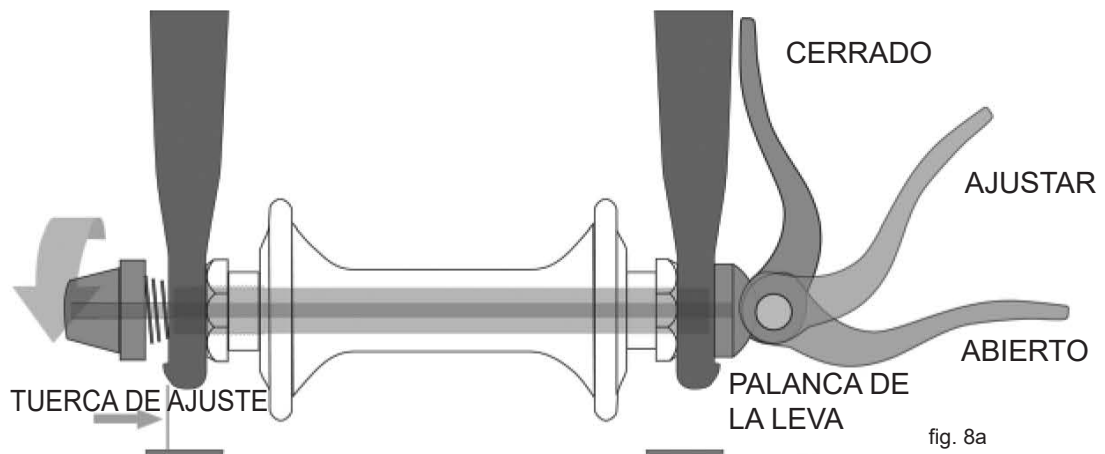
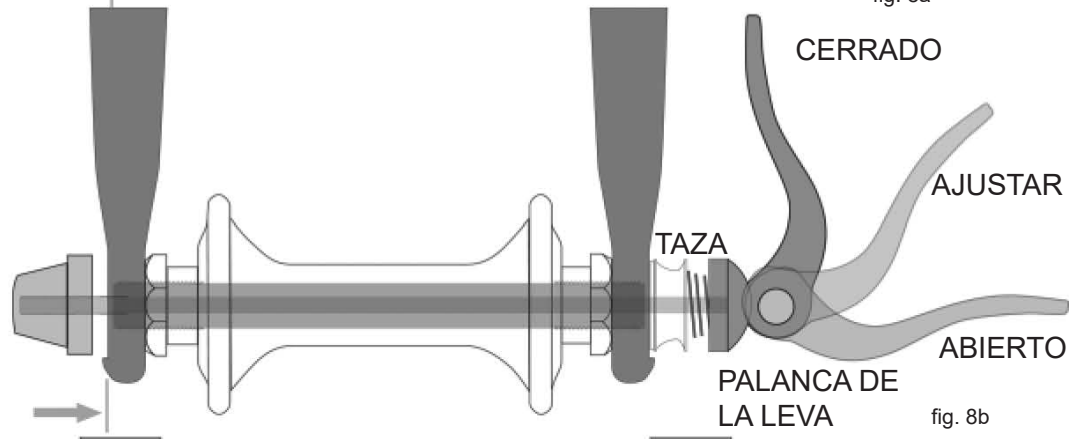
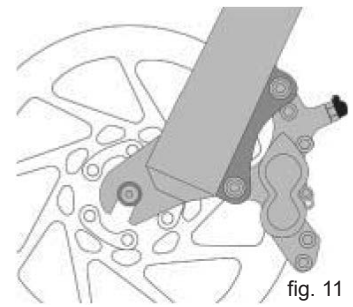
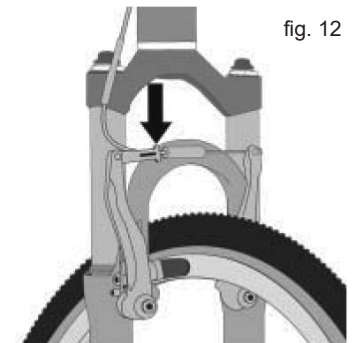

fig. 8a
fig. 8b
fig. 11
fig. 12
Actualmente hay dos tipos de mecanismos de retención de rueda de cerrojo de palanca excéntrica: el cerrojo de palanca excéntrica tradicional (fig. 8a) y el sistema de leva y taza (fig. 8b). Ambos utilizan un mecanismo de cerrojo de palanca excéntrica para fijar la rueda de la bicicleta en su lugar. Es posible que su bicicleta tenga un sistema de retención en la rueda delantera de leva y taza y un sistema tradicional de accionamiento de leva en la rueda trasera.
a. Ajuste del mecanismo de accionamiento de leva tradicional (fig. 8a)
b. Ajuste del mecanismo de leva y taza (fig. 8b)
- (1) Si su bicicleta tiene frenos de llanta, desacople el mecanismo de liberación rápida del freno para aumentar la holgura entre el neumático y las pastillas del freno (consulte la Sección 4.D, de la fig. 11 a la 15).
- (2) Si su bicicleta tiene una retención en la rueda delantera de accionamiento de leva, mueva la palanca de la leva de la posición de bloqueo o CERRADO a la posición ABIERTO (fig. 8a y b). Si la bicicleta tiene una retención de la rueda delantera de perno pasante o de perno atornillado, afloje la(s) fijación(es) unas vueltas en sentido antihorario con una llave inglesa, una llave de bloqueo o una palanca integral.
- (3) Si la horquilla delantera tiene un dispositivo de retención secundario de tipo clip, desacóplelo. Si su horquilla delantera tiene un dispositivo de retención secundario integral y un sistema de accionamiento de leva tradicional (fig. 8a), afloje la tuerca de ajuste de tensión lo suficiente como para permitir extraer la rueda de las punteras. Si la rueda delantera utiliza un sistema de leva y taza (fig. 8b), apriete la palanca de la taza y la leva al mismo tiempo mientras retira la rueda. No se requiere la rotación de ninguna pieza con el sistema de leva y taza.
- (1) Si su bicicleta tiene una retención de rueda delantera de accionamiento de leva, mueva la palanca de la leva de forma que se curve lejos de la rueda (fig. 8b). Esta es la posición ABIERTO. Si su bicicleta tiene una retención de rueda delantera de perno pasante o perno atornillado, vaya al paso siguiente.
- (2) Con la horquilla de la dirección mirando hacia delante, inserte la rueda entre las palas de la horquilla de modo que el eje se asiente firmemente en la parte superior de las punteras de la horquilla. La palanca de la leva, si la hay, se debe encontrar en el lado izquierdo del ciclista de la bicicleta (fig. 8a y b). Si la bicicleta tiene un dispositivo de retención secundario de tipo clip, acóplelo.
- (3) Si dispone de un mecanismo de accionamiento de leva tradicional: sosteniendo la palanca de la leva en la posición AJUSTE con la mano derecha, apriete la tuerca de ajuste de tensión con la mano izquierda hasta que quede bien apretada con los dedos contra la puntera de la horquilla (fig. 8a). Si tiene un sistema de leva y taza: la tuerca y la taza (fig. 8b) se habrán acoplado en el receso de las punteras de la horquilla y no será necesario realizar ningún ajuste.
- (4) Mientras presiona la rueda firmemente hasta la parte superior de las ranuras de las punteras de la horquilla y al mismo tiempo centrando la llanta de la rueda en la horquilla:
- (a) Con un sistema de accionamiento de leva, mueva la palanca de la leva hacia arriba y colóquela en la posición CERRADO (fig. 8a y b). La palanca debe estar paralela a la pala de la horquilla y curvada hacia la rueda. Para aplicar suficiente fuerza de fijación, los dedos deben envolver alrededor de la pala de la horquilla para hacer palanca, y la palanca debe dejar una impresión clara en la palma de la mano.
- (2) Si su bicicleta tiene frenos de llanta, desacople el mecanismo de liberación rápida del freno para aumentar la holgura entre la llanta de la rueda y las pastillas del freno (consulte la Sección 4.D, de la fig. 11 a la 15).
- (3) En un sistema de cambio de marchas de desviador, tire del cuerpo del desviador hacia atrás con la mano derecha.
- (4) Con un mecanismo de accionamiento de leva, mueva la palanca de liberación rápida a la posición ABIERTO (fig. 8b). Con un mecanismo de perno pasante o de perno atornillado, afloje la(s) fijación(es) con una llave, palanca de bloqueo o palanca integral adecuada, a continuación, empuje la rueda hacia delante lo suficiente como para poder quitar la cadena del piñón trasero.
- (5) Levante la rueda trasera del suelo unos cuantos centímetros y extráigala de las punteras traseras.
- (1) Con un sistema de accionamiento de leva, mueva la palanca de leva a la posición ABIERTO (ver fig. 8a y b). La palanca debe estar en el lado de la rueda opuesto al desviador y a los piñones de rueda libre.
- (2) En una bicicleta con desviador, asegúrese de que el desviador trasero todavía se encuentre en su posición de marcha más exterior y alta, a continuación, tire del cuerpo del desviador hacia atrás con la mano derecha. Coloque la cadena en la parte superior del piñón libre más pequeño.
- (3) En una velocidad, retire la cadena del piñón delantero de modo que la cadena tenga suficiente holgura. Coloque la cadena en el piñón de la rueda trasera.
- (4) A continuación, inserte la rueda en las punteras del cuadro y tire de ella completamente hacia dentro a las punteras.
- (5) En una sola velocidad o con cambios internos de buje, sustituya la cadena del plato, tire de la rueda hacia atrás en las punteras de modo que esté recta en el cuadro y que la cadena tenga aproximadamente 0,6 cm de holgura hacia arriba y hacia abajo.
- (6) Con un sistema de accionamiento de leva, mueva la palanca de la leva hacia arriba y colóquela en la posición CERRADO (fig. 8a y b). La palanca debe estar paralela al apoyo del asiento o de la cadena y curvada hacia la rueda. Para aplicar suficiente fuerza de fijación, los dedos deben envolver alrededor de la pala de la horquilla para hacer palanca, y la palanca debe dejar una impresión clara en la palma de la mano.
- (7) Con un sistema de perno pasante o de perno atornillado, apriete las fijaciones según las especificaciones del Apéndice C o de las instrucciones del fabricante del buje.
Algunas bicicletas están equipadas con una fijación de tija del sillín con accionamiento de leva. La fijación del accionamiento de leva de la tija del sillín funciona exactamente del mismo modo que la fijación de accionamiento de leva de rueda tradicional (Sección 4.A.2). Mientras que la fijación del accionamiento de leva tiene el aspecto de un perno largo con una palanca en un extremo y una tuerca en el otro, la fijación usa un accionamiento de leva sobre el centro para fijar firmemente la tija el sillín (consulte la fig. 8a).
3. Algunos frenos de bicicleta, como los frenos de disco (fig. 11) y los frenos en V (fig. 12), son extremadamente potentes. Familiarícese con estos frenos y tenga especial cuidado al utilizarlos.
Asegúrese de que sus manos puedan alcanzar y apretar las manetas del freno cómodamente. Si sus manos son demasiado pequeñas para operar las manetas cómodamente, consulte a su distribuidor antes de montar la bicicleta. El alcance de maneta puede ser ajustable o puede necesitar un diseño de maneta de freno diferente. La mayoría de los frenos de llanta tienen algún tipo de mecanismo de liberación rápida que permite que las pastillas de freno se alejen del neumático al extraer o instalar una rueda. Cuando la liberación rápida del freno está en la posición abierta, los frenos no funcionan. Pida a su distribuidor que se asegure de que comprende cómo funciona la liberación rápida del freno de su bicicleta (consulte las figs. 12, 13, 14 y 15) y que compruebe cada vez para asegurarse de que ambos frenos funcionan correctamente antes de montar en la bicicleta.